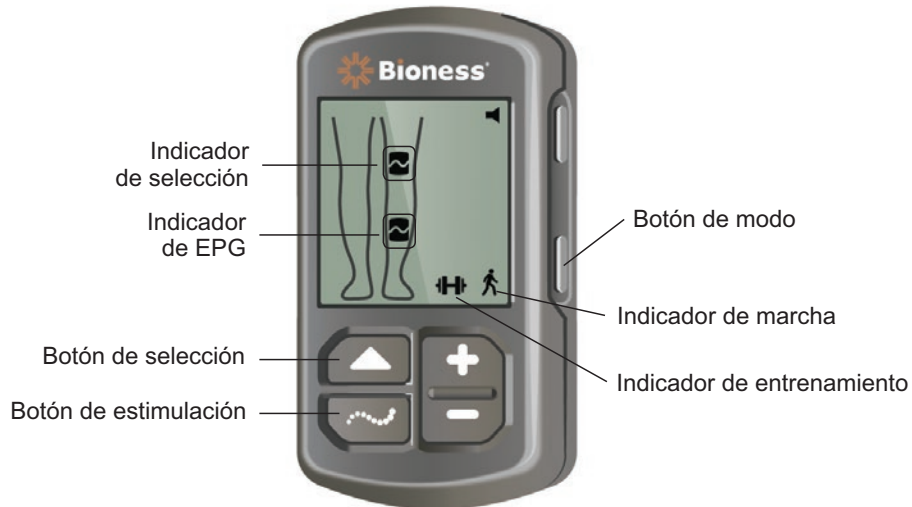

Ilustración 4-8: Selección de un modo de funcionamiento en la unidad de control
4. En el caso de los pacientes que usen tanto la banda de EF de la parte inferior de la pierna como la banda de EF del muslo, el botón de selección de la unidad de control se puede usar para alternar entre el EPG de la parte inferior de la pierna, el EPG del muslo o seleccionar ambos EPG. Consulte la ilustración 4-8.
5. Para seleccionar el modo de marcha, seleccione el botón de modo en la unidad de control hasta que aparezca el icono indicador de marcha en la esquina inferior derecha de la pantalla. Consulte la ilustración 4-8.
6. Para seleccionar el modo de entrenamiento, seleccione el botón de modo en la unidad de control hasta que aparezca el icono indicador de entrenamiento en la esquina inferior derecha de la pantalla. Consulte la ilustración 4-8.
3. Para detener la estimulación, presione el botón de estimulación en la unidad de control. Consulte la ilustración 4-8.